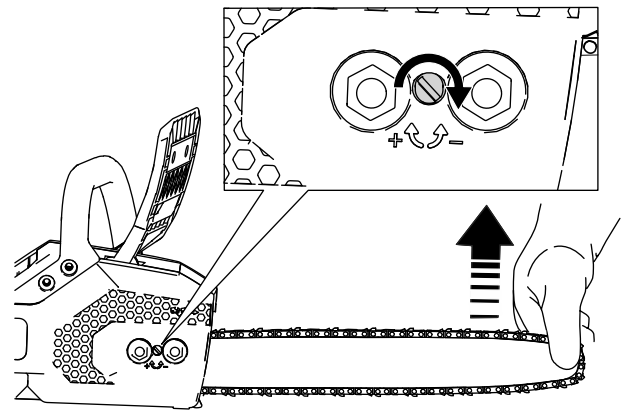

Figure 27
6. Tenez le guide-chaîne par son extrémité (Figure 27).
- **Pour tendre la chaîne**, tournez la vis de réglage de tension dans le sens horaire (Figure 27).